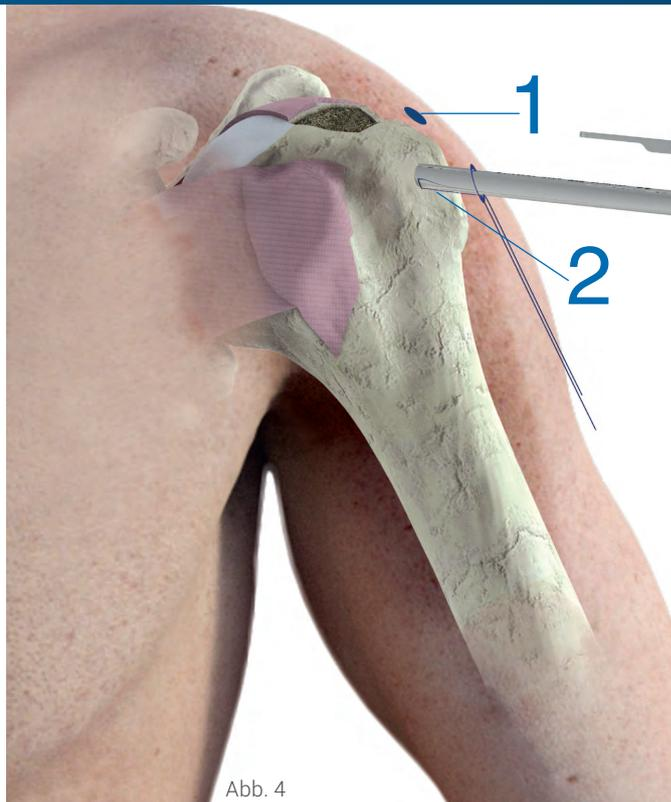

Abb. 4
- ▶ DIE KANÜLE DES TAYLOR STITCHERS IN DAS DISTALE PORTAL NR.2 EINFÜHREN (ABBILDUNG 4).